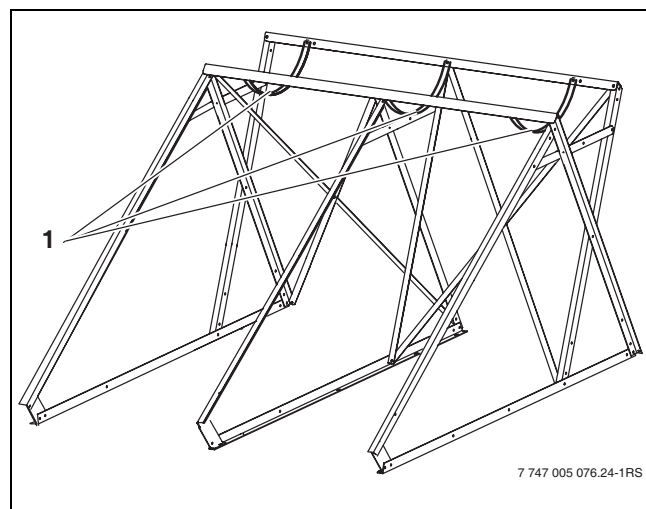

Fig. 23 Fixer les attaches du ballon
- Fixer les attaches du ballon (fig. 23, [1]) entre les deux équerres d'appui-ballon. Veiller à ce que la tête de vis plate soit orientée vers le ballon monté ultérieurement.